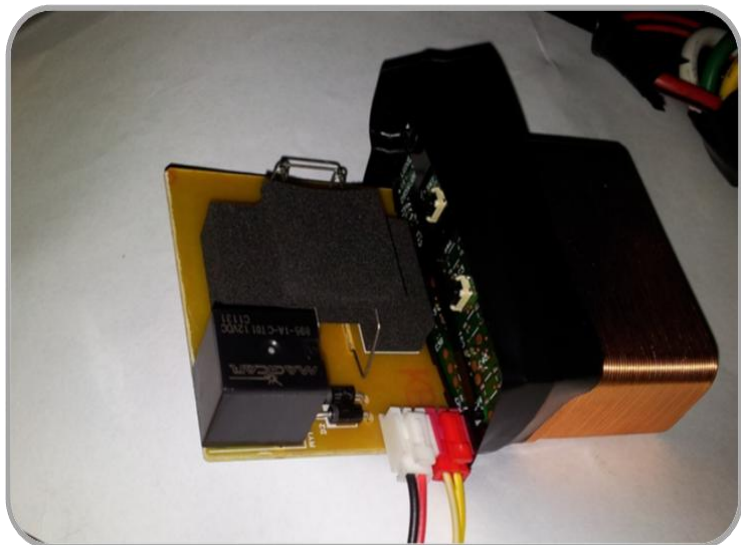

Рис. 7 Расположение платы ключа автомобиля в обходчике иммобилайзера
2. Помещаем плату в обходчик иммобилайзера Scher-Khan BP-3 так, чтобы линии магнитной индукции передающей антенны ключа и рамки блока обходчика иммобилайзера были параллельны (См. рис. 7). Корпус обходчика при этом не используется по причине нестандартного расположения платы с передающей антенной.